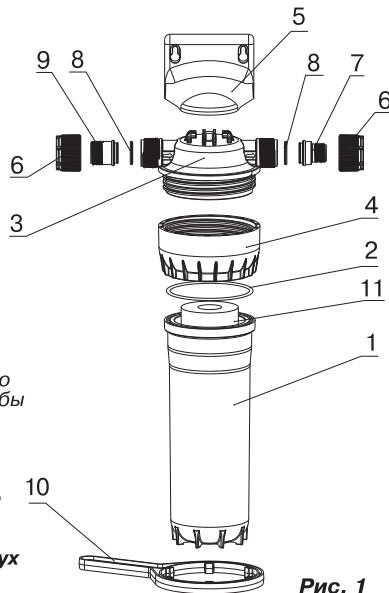

Рис. 1
##### Установка предфильтра (рис. 1)
- отсоедините быстроразъемные соединения, отвернув накидные гайки (6);
- снимите предфильтр с кронштейном (5) и слейте из предфильтра излишки воды;
- отверните гайку (4) с помощью пластикового ключа (10), снимите стакан (1) и выньте фильтрующий модуль (11);
- промойте водой внутреннюю поверхность крышки (3), стакана (1) и резиновое кольцо (2);
- соберите предфильтр, накрутив гайку (4) на крышку (3);
**Стрелки на крышке указывают направление течения воды (рис. 1).**
**При вращении накидных гаек (6) нельзя применять какие-либо инструменты и прилагать значительные усилия.**
- соберите быстроразъемные соединения, завернув до упора накидные гайки (6);